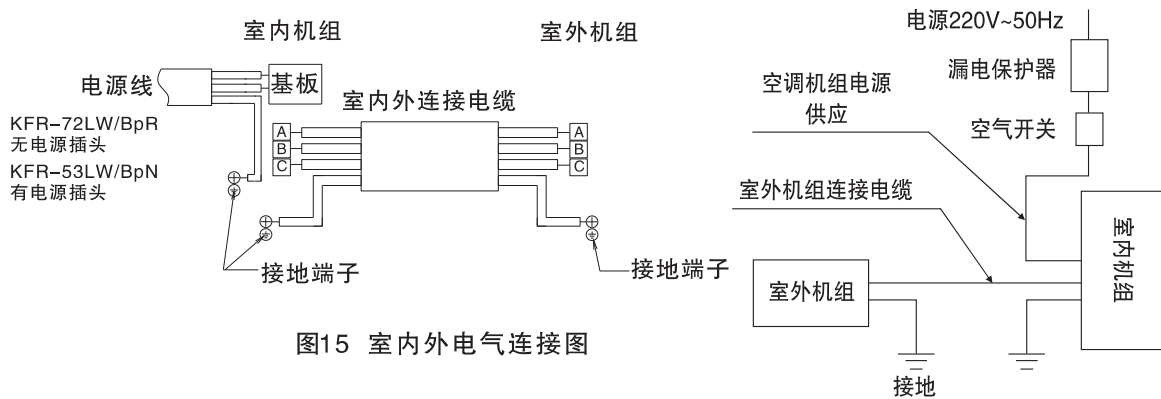

图15 室内外电气连接图
- (1) 用附件④连接电缆按接线图示要求正确地连接室内外机组，绝对不可连接错误(如图15)。
- (2) 连接电缆必须用室内外机组上的附属电线压板压紧。
- 接地线必须根据图15所示用连接电缆中黄/绿色导线接至带有“⊕”标记的接线端子上。